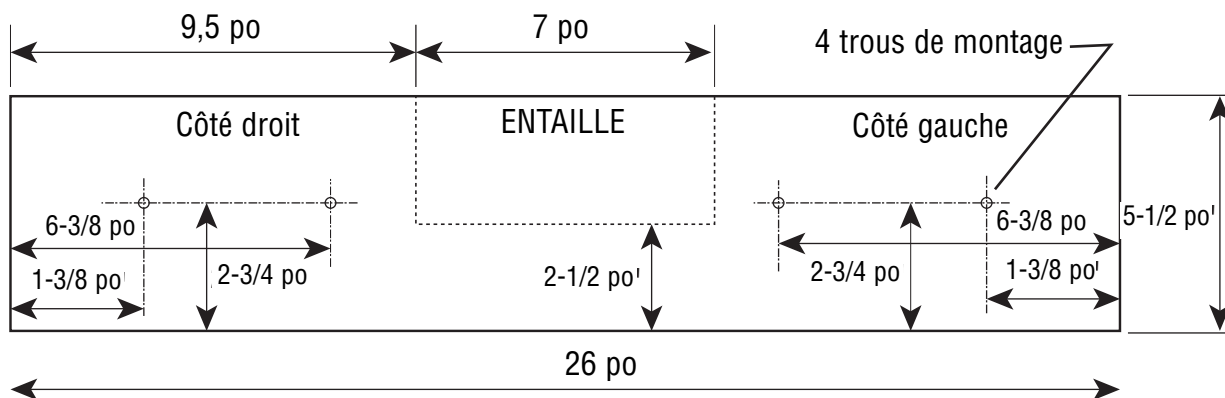

Figure 37. Guide auxiliaire en bois haut - $\frac{3}{4}$ po d'épaisseur
2. Placez le guide auxiliaire contre le guide de scie à onglet (figure 37). Vérifiez que le guide auxiliaire n'affecte pas le passage de l'ensemble de tête. Vérifiez qu'il n'y a pas d'interférence entre le guide auxiliaire et le dispositif de protection inférieur de la lame. Faites les réglages nécessaires.